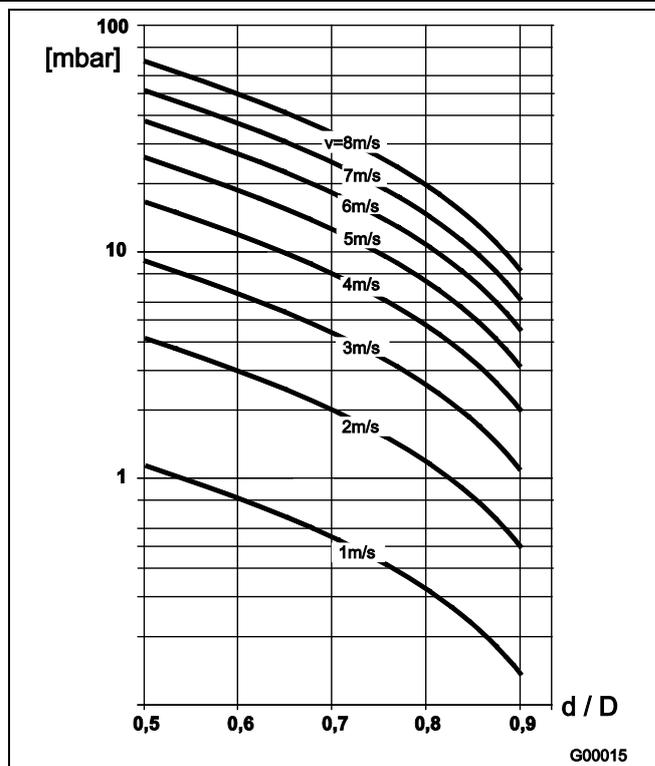

Рис. 33
2. По номограмме расхода (Рис. 33) определить скорость потока.
3. На по оси Y Рис. 33 определить потерю давления.